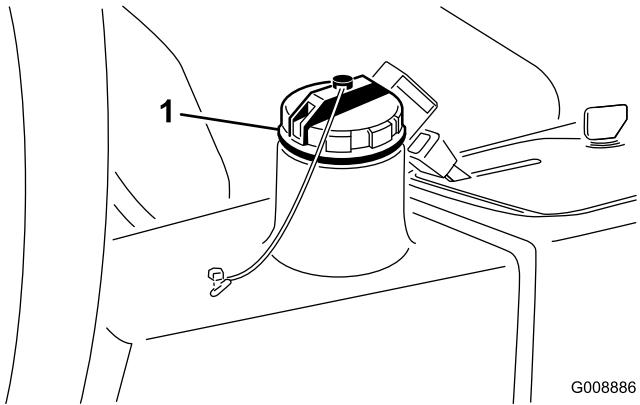

図 37
2. 油圧オイルタンクの注油口周辺をきれいに拭き、キャップ(図 37)を外す。